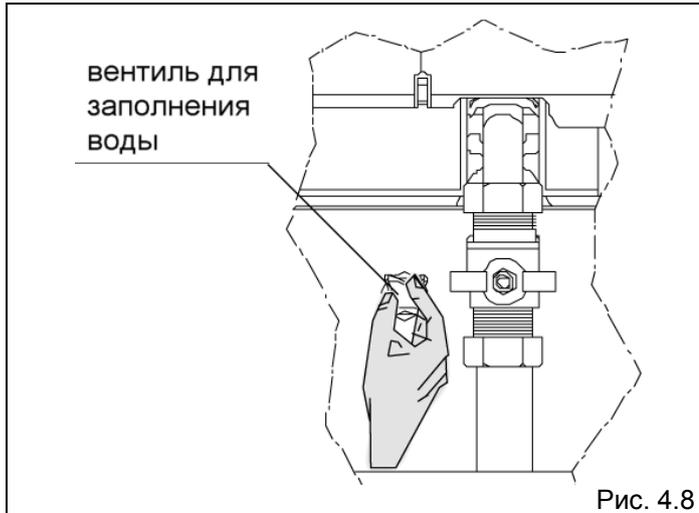

Рис. 4.8
- по манометру проверьте давление в контуре воды (рис. 4.7); если оно ниже 0,5 бар, скорректируйте его с помощью крана подпитки (рис. 4.8).